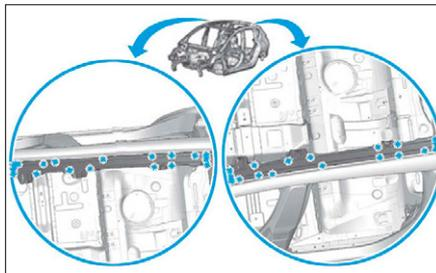

FIG. 138
- Dépointer et fraiser comme illustré (Fig.138).